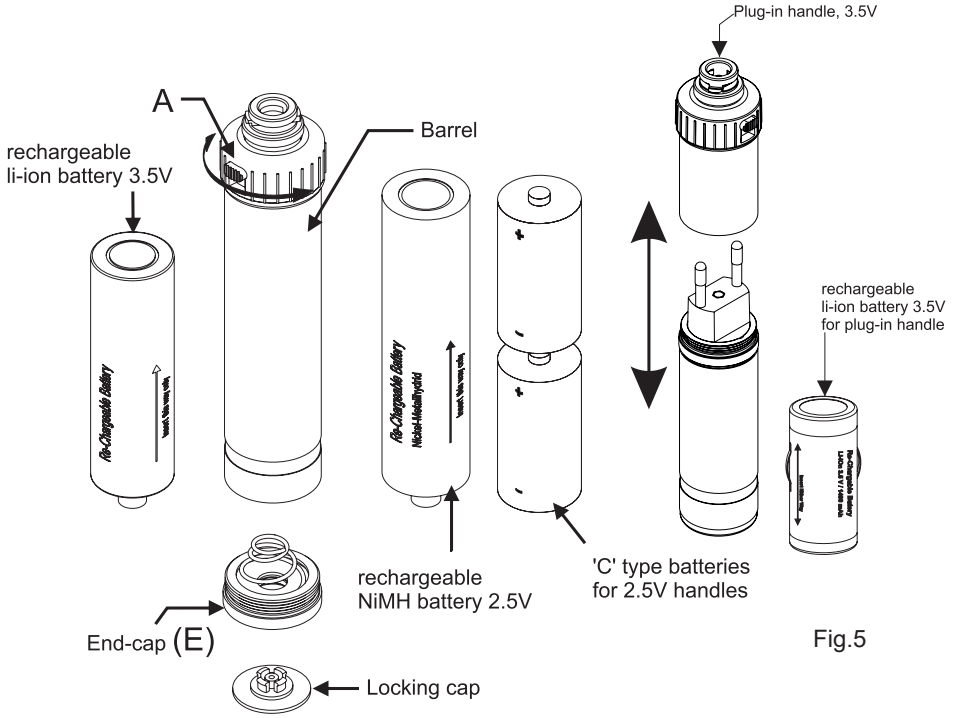

Fig.5
Solte a tampa final (E) e sacuda as baterias usadas. Insira as baterias novas como mostrado na Fig. 5. Tenha cuidado que os polos sejam inseridos na direção correta indicada, ou seja, durante a inserção a extremidade positiva entra primeiro no caso de ambas as baterias sejam recarregáveis e regulares.